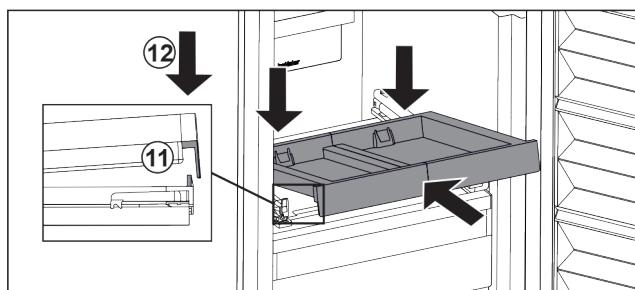

Fig. 93
- Zasuňte ju šikmo. Dbajte na to, aby sa na oboch stranach doraz nachádzal za sponou. Fig. 93 (11)
- Zložte vyťahovaciu poličku vpredu. Fig. 93 (12)